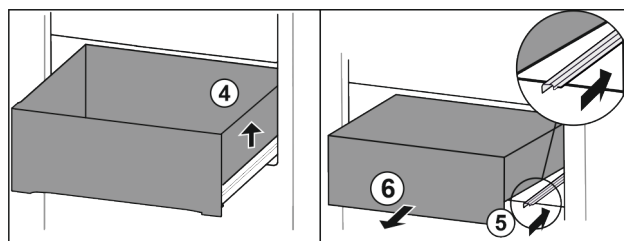

Fig. 127
- ▶ Emelje meg a fiók jobb oldalát. Fig. 127 (4)
- ▶ Tolja be a jobb oldali sínt. Fig. 127 (5)
- ▶ Vegye ki a fiókot előre felé. Fig. 127 (6)